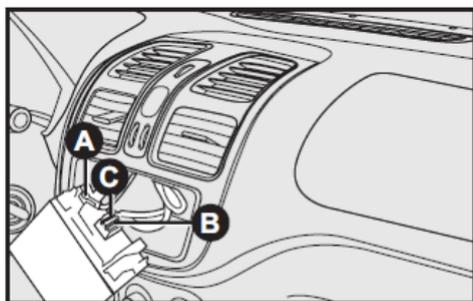

fig. 97
- Cable para la alimentación de la radio C-fig. 97.